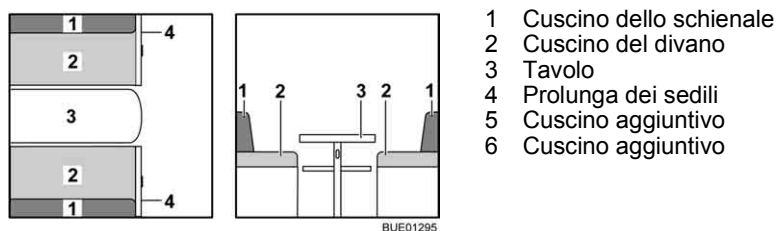

Fig. 122 Prima della trasformazione
- Allungare il tavolo (Fig. 122,3) e trasformare il tavolo in struttura di supporto letto (vedi paragrafo 6.11).